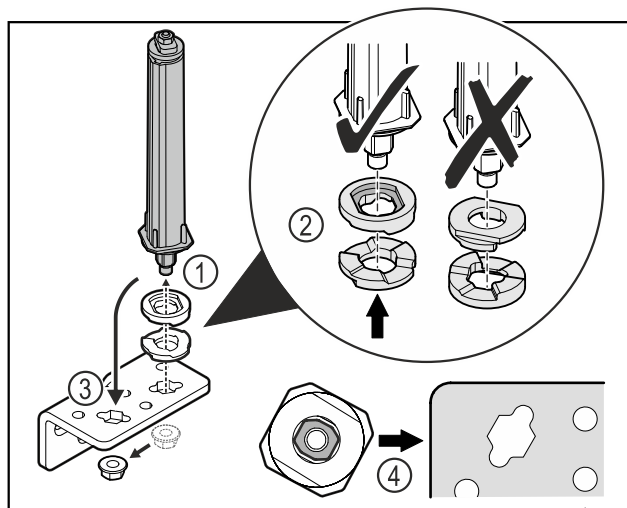

Fig. 34
- ▶ Lironi dado dhe hiqni sistemin e mbylljes së derës Fig. 34 (1).
- ▶ Bëni kujdes për orientimin e saktë të rondelave të rregullimit të lartësisë Fig. 34 (2).
- ▶ Ktheni sistemin e mbylljes së derës në profilin e menteshës në anën tjetër dhe shtrëngojeni atë me dado Fig. 34 (3).
- ▶ Gjatë vendosjes, bëni kujdes për orientimin e saktë të sistemit të mbylljes së derës Fig. 34 (4).